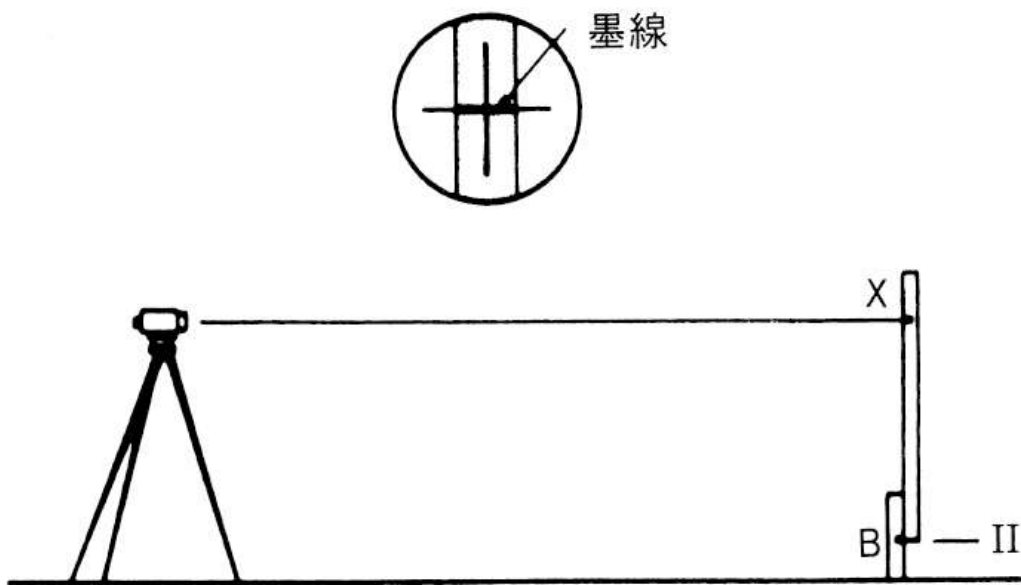

図11
- (3)バカ棒をB に立て、上下させて墨線(X)を視準します。
- (4)バカ棒の底面を基準にして、くいに水墨(II)を入れます。(図11)
- (5)くいC、Dにも同じように水墨を入れます。